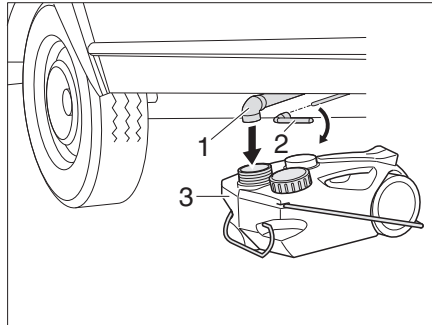

Bild 148 Abwassertank Unterflur
- Abwassertank, fahrbar (Bild 148,3) unter die Abwasserverrohrung (Bild 148,1) stellen.
- Steckschlüssel (Bild 148,2) auf Vierkant stecken.